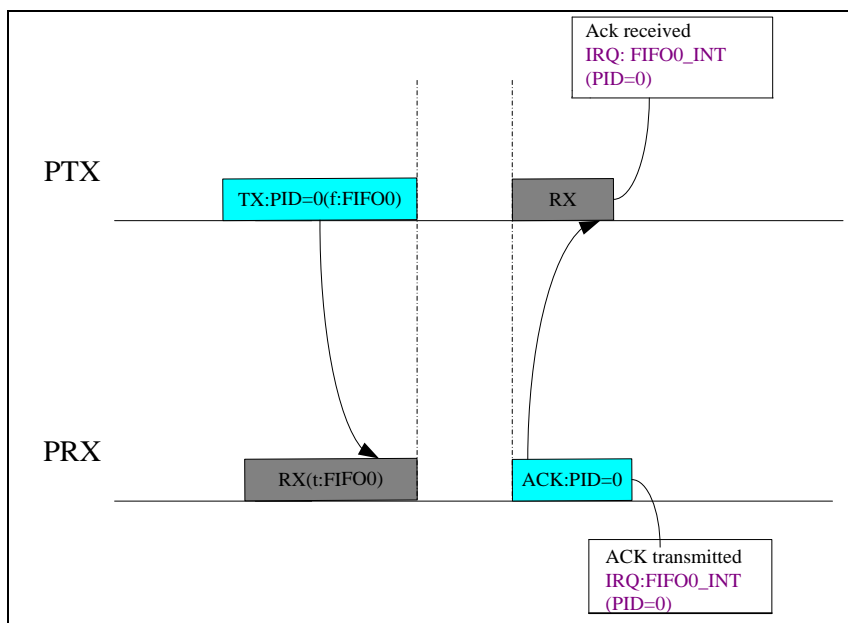

图 6-7 ACK 使能正常通讯中断示意图
- ◇ 当 PTX 与 PRX 同时使能当前通信 PIPE 的 ACK 功能后（Pn_EN = ‘1’并且 Pn_ACKEN = ‘1’）。PRX 在正确接收一帧数据后由 RX 模式自动切换为 TX 模式发送 ACK 帧，并在完成 ACK 帧发送后置起 FIFO0_INT（0x11）中断标志位（详见图 6-7）。PTX 在一帧数据发送完成后由 TX 模式自动切换为 RX 模式等待接收 ACK 帧，并在成功接收到 ACK 帧后置起 FIFO0_INT 中断标志位（详见图 6-7）。
ACK 使能情况下($Pn_ACKEN=1$), PTX 在成功接收 ACK 后, 中断标志位 FIFO0_INT 将置'1'。若 PRX 成功接收数据包 (PHR 与 PSDU 正确), 在回复 ACK 后中断标志位 FIFO0_INT 将置'1', 如图 6-7 所示。